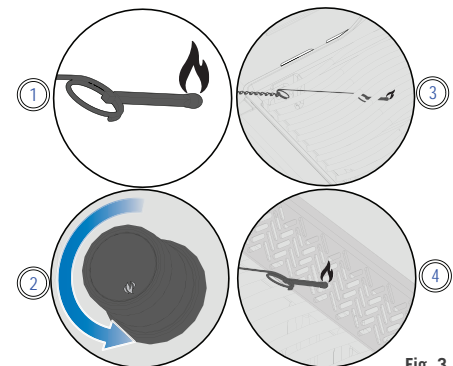

Fig. 3
3. Medan du vrider den motsvarande brännarens vred till hög värme. (Bild 3)